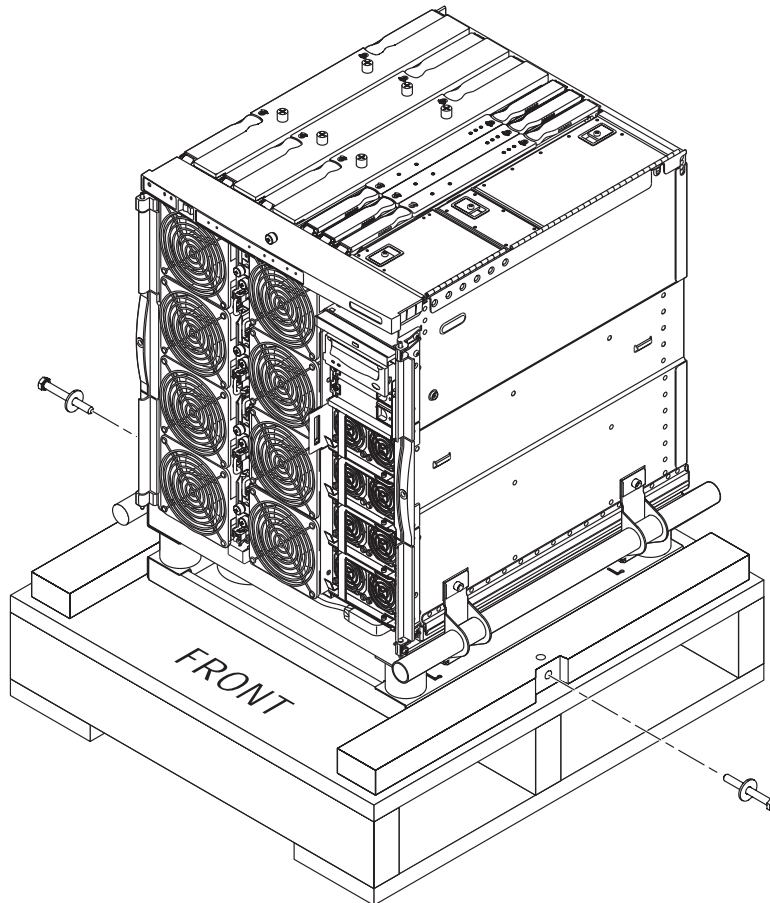

ABBILDUNG 1-9 Entfernen der Bolzen des Versandgestells
2. Entfernen Sie die Bolzen des Metall-Versandgestells (ABBILDUNG 1-9).